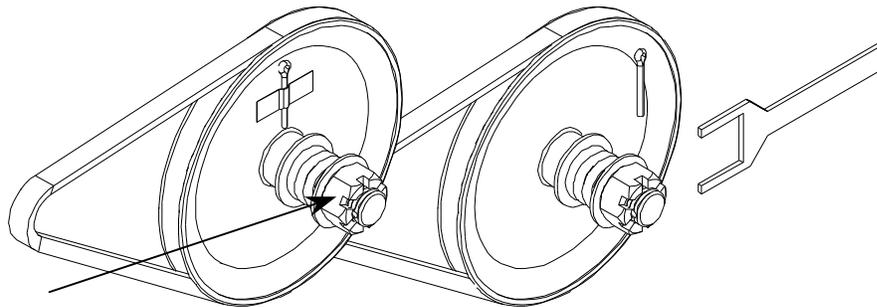

Figure 19 Réglage de l'embrayage
1. On règle l'embrayage en tournant l'écrou situé sur l'extérieur du bâti (Figure 19).